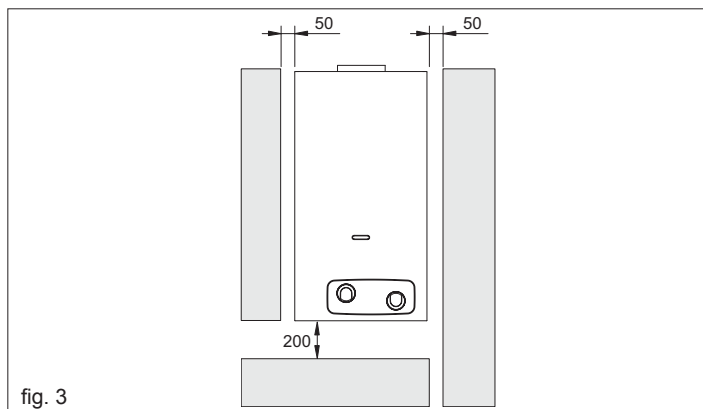

fig. 3
- Per consentire le operazioni di manutenzione è indispensabile lasciare intorno all'apparecchio le distanze minime indicate in fig. 3